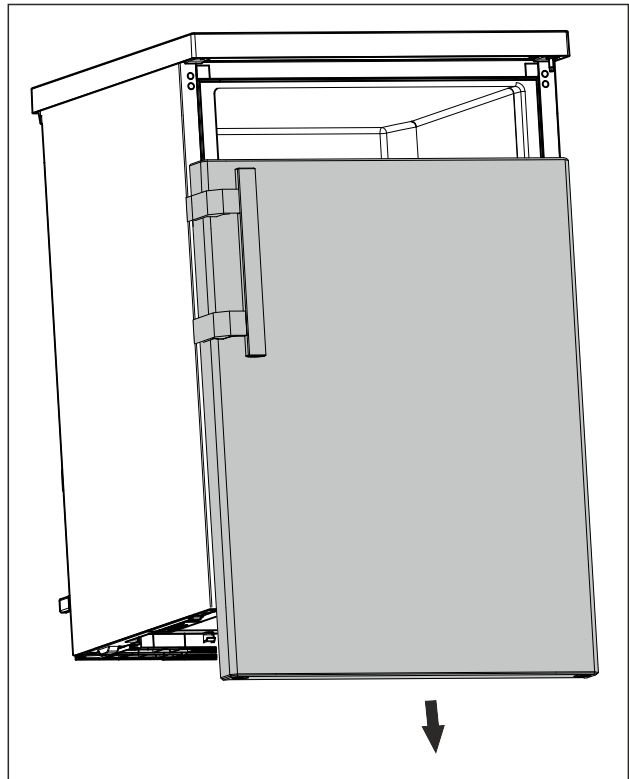

Fig. 16
- ▶ Hiqni derën nga poshtë. (shihni Fig. 16)